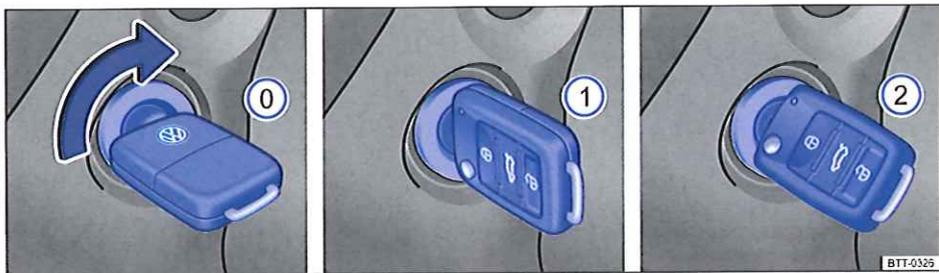

Fig. 138 À droite du volant de position : positions de la clé du véhicule dans le contact-démarrreur.
Positions de la clé du véhicule ⇒ fig. 138
3.	Uniquement sur les véhicules avec moteur diesel : pour le préchauffage, amenez la clé du véhicule dans le contact-démarrreur en position ⇒ fig. 138 ①. Le témoin de contrôle s'allume sur l'afficheur du combiné d'instruments.